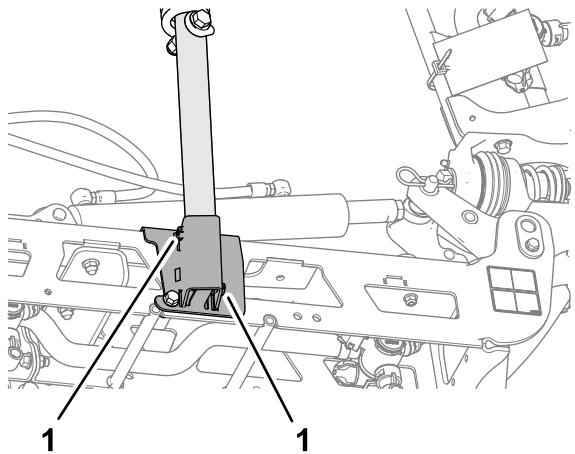

Bild 116
3. Lösen Sie die beiden Stellschrauben, mit denen das untere Gabelrohr befestigt ist (**Bild 116**).